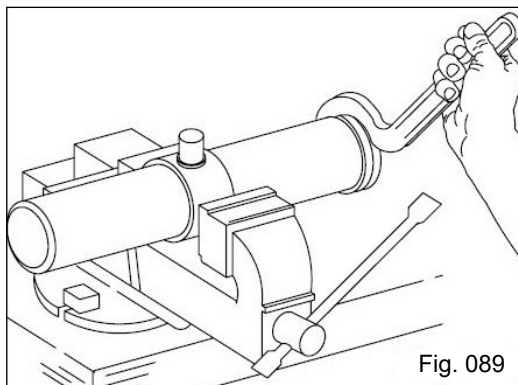

Fig. 089
- Fixe o cilindro em uma morsa (Fig. 089) e com uma chave especial, solte a porca do guia, retirando a haste com o êmbolo;